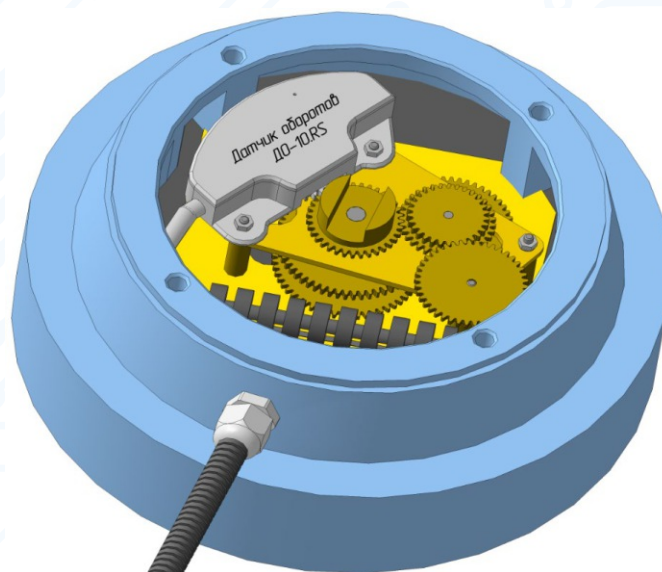

Рисунок 3
- 2 Датчик оборотов ДО-10.RS монтируется в отсчётное устройство счетчика жидкости ППО-25 или ППО-40 (рисунок 3).